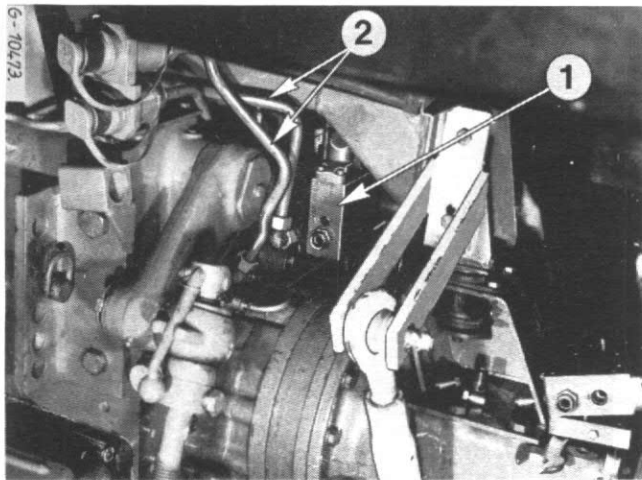

Fig. 10
- 1.2 Valves de commandes auxiliaires (2), Fig. 10 et 11.
1.2 Dépose de la valve auxiliaire (voir Fig. 10 et 11).